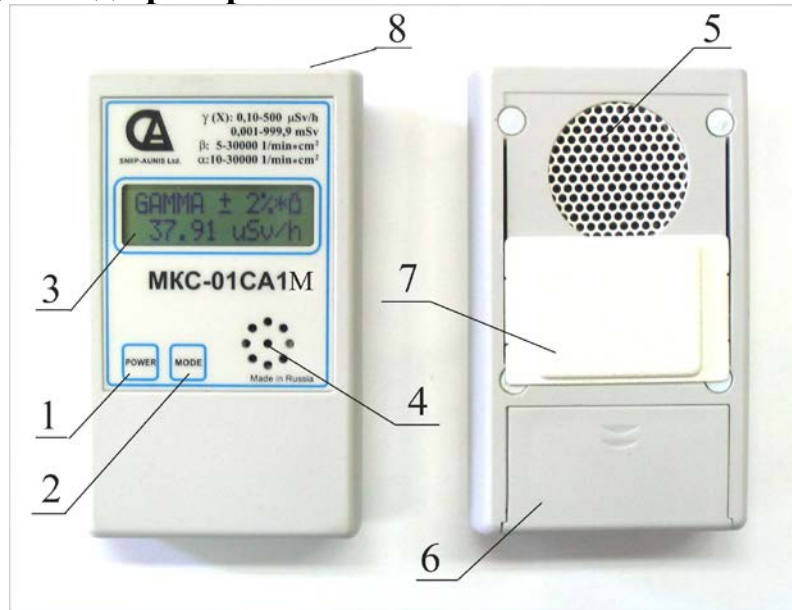

Рис. 1. Общий вид прибора МКС-01СА1М
- снять крышку отсека питания (Поз.6 на Рис. 1);
- закрыть рабочую поверхность детектора, сдвинув передвижной экран (Поз.7 на Рис. 1) в верхнее положение;
- при работе с внешним источником питания подключить к разъёму прибора (Поз.8 на Рис.1) выходной штекер сетевого адаптера со стабилизированным выходным напряжением 3 В.
- закрыть входное окно детектора, сдвинув экран (см. Рис.1) в верхнее положение;
Закрыть входное окно детектора, сдвинув экран (см. Рис.1) в верхнее положение. Включить питание прибора (однократно нажать и отпустить кнопку «**POWER**»). Прибор измеряет интегральную дозу гамма-излучения с момента включения прибора только в режимах «**ГАММА**» или «**DOSE**». Дисплей прибора в режиме «**DOSE**» показывает значение накопленной дозы в виде четырех значащих цифр с плавающей запятой с указанием единицы измерения «миллизиверт»: «**X.XXX mSv**».